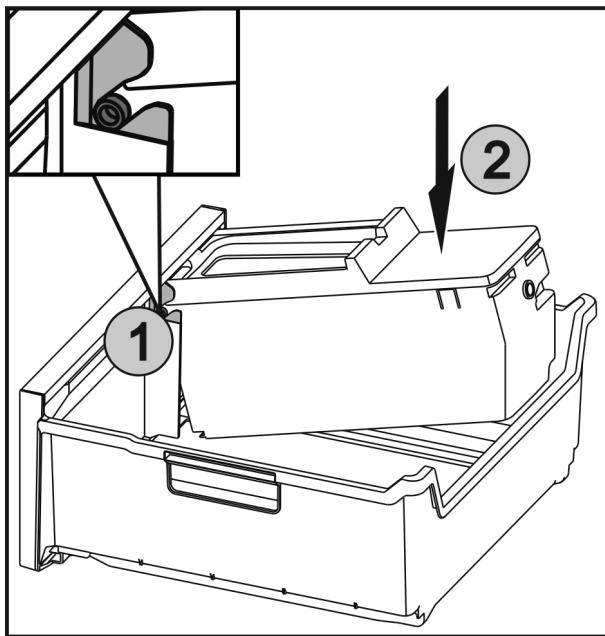

Fig. 43
- Вставити осі Fig. 43 (1) на EasyTwist-Ice у напрямні та натискати на задню сторону Fig. 43 (2) до фіксації накладки.